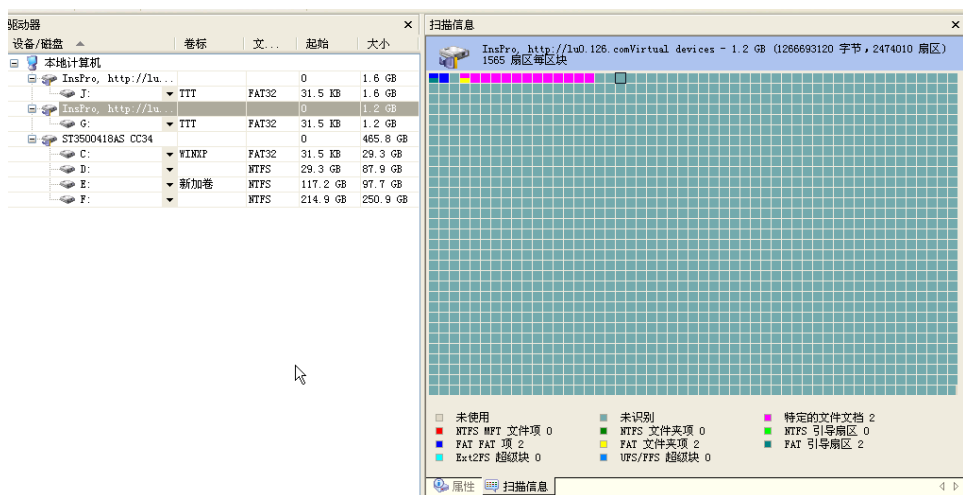

图 5-60 扫描界面
(8) 然后单击“扫描”按钮，出现扫描界面，如图 5-60 所示。